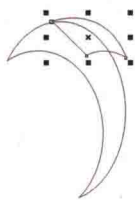

图1-15
STEP 10 单击“贝塞尔”工具和“形状”工具，绘制如图1-15所示图形。